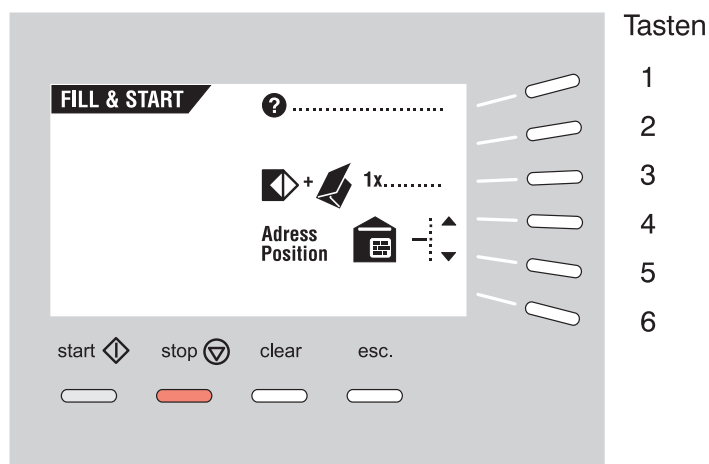

Abb. 28
- Einen Testlauf durchführen (Taste 3). Nach Betätigung dieser Taste wird die Einstellung der Kuvertierposition gespeichert. Abb. 28 zeigt die entsprechende Displayanzeige.
Nach dem Testdurchlauf erscheint im Display das Menü FILL & START (Abb. 28) mit der zusätzlichen Möglichkeit, die Adressenposition zu ändern. Hierbei ist gegebenenfalls folgendermaßen vorzugehen: